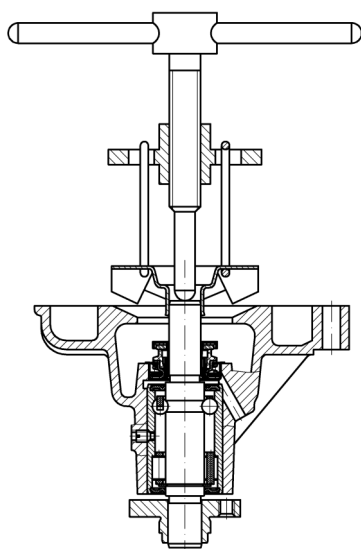

Рисунок 53 – Снятие крыльчатки
- с помощью съемника снять крыльчатку (Рисунок 53);